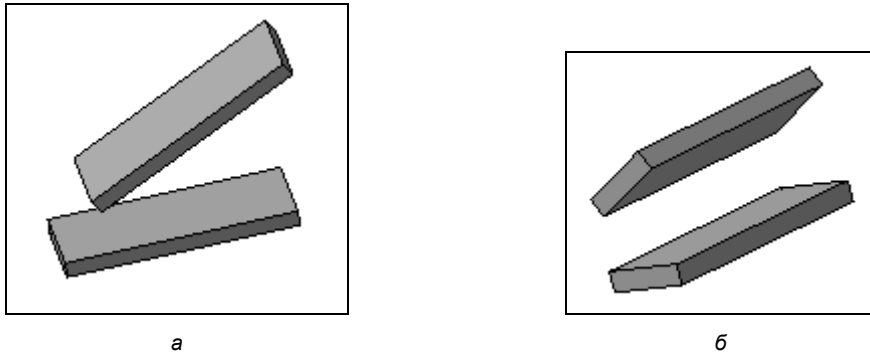

Рис. 4.54. Выполнение сопряжения **Под углом**:
- ◆ задайте в поле **Угол** необходимое значение и для фиксации результата нажмите кнопку **Создать объект** . У вас должен получиться результат, подобный представленному на рис. 4.54, а. Сохраните сборку.
Самостоятельно выберите тип угла **Плоский (2D) угол** и за ось примите одну из граней параллелепипеда. У вас должен получиться результат, подобный представленному на рис. 4.54, б.
Объект Измерение может быть создан при использовании команд измерения, расстояния, угла, площади грани или длины ребра. Измерим расстояние и угол между ребрами пластин (см. рис. 4.54, б). Для этого: